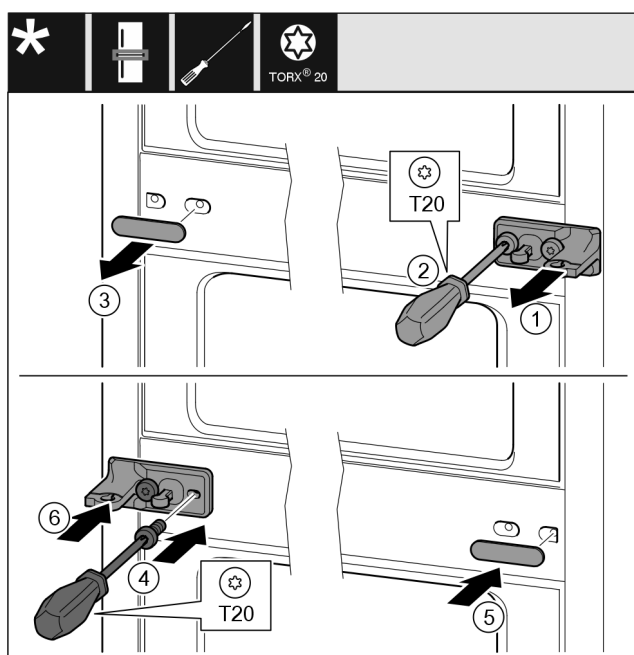

Fig. 42
- ▶ Húzza le az alátétet Fig. 42 (1).
- ▶ Tekerje ki a csavarokat Fig. 42 (2) csavarhúzóval.
- ▶ Óvatosan húzza le a fedelet Fig. 42 (3).
- ▶ Csavarozza fel szilárdan, 180°-kal elfordítva a csapágybakot a fóliával Fig. 42 (4) a másik oldalra.
- ▶ Szerelje fel a fedelet Fig. 42 (5) 180°-kal elfordítva a másik oldalra.
- ▶ Tolja fel az alátétet Fig. 42 (6) előlről.